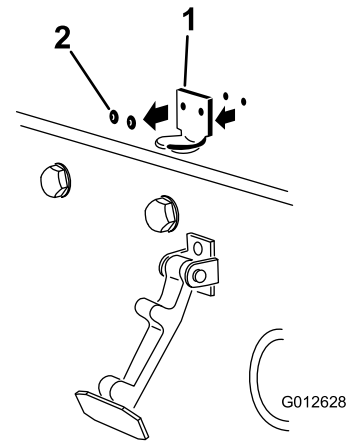

Figura 4
2. Retire los 2 remaches que sujetan el cerradero del capó al capó (**Figura 4**).